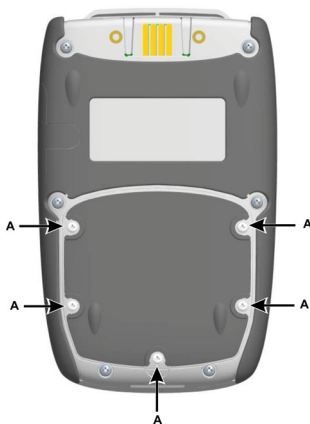

Fig. 1, set bagfra
1. Fjern de fem Pozidriv-skruer (A) (ref: fig. 1, set bagfra).